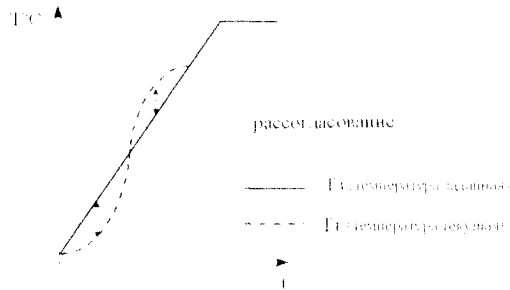

Рисунок 5.6.
**ВНИМАНИЕ!** *Сигнал рассогласования* - это разница между температурой задания ( $T_2$ ) и фактической температурой, измеренной прибором (Рисунок 5.6).